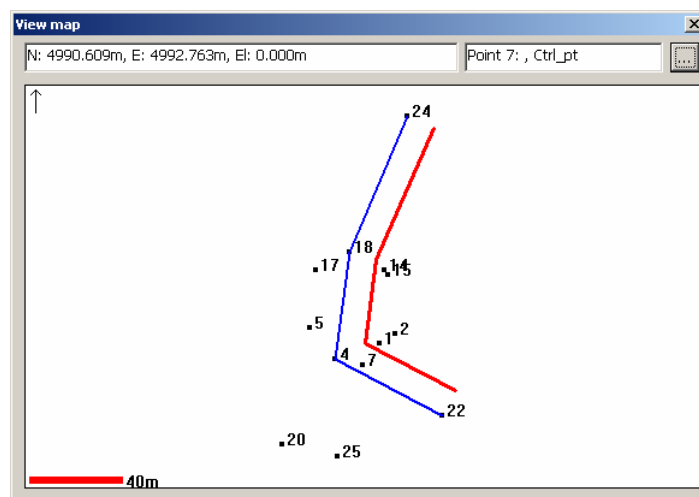

图 7-2-2 偏距线结果示意图
- ◆ 起始点名称：如果选择了保存偏距点，在此定义的名称将成为存储计算所得偏距点时使用的第一个点名。其它点则自动地以第一个点名递增的点名存储，比如，1，2，3……或 P1，P2，P3……，如图 7-2-2。